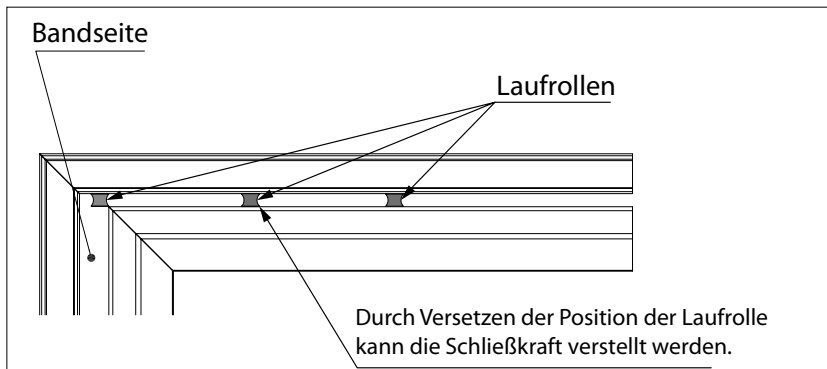

Bild 4
6. Der Schließmechanismus der Tür ist variabel verstellbar. Soll der Türflügel scheller schließen, muss die Laufrolle von der Bandseite weiter entfernt werden. Soll der Türflügel langsamer schließen, muss die Laufrolle näher zur Bandseite hin versetzt werden. (Bild 4)